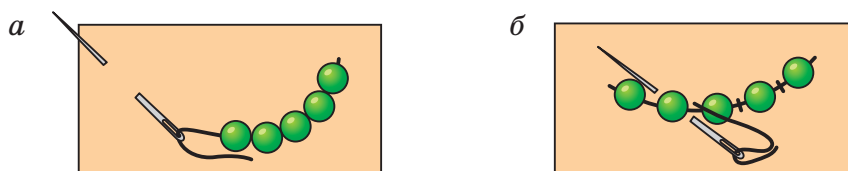

Рис. 72. Шитьё «вприкреп»
1. Нанизать на нитку, закреплённую на ткани, необходимое количество бусинок (рис. 72, а).
3. Другой рабочей нитью пришить к ткани стежками в промежутках между двумя расположенными рядом бусинками (рис. 72, б).